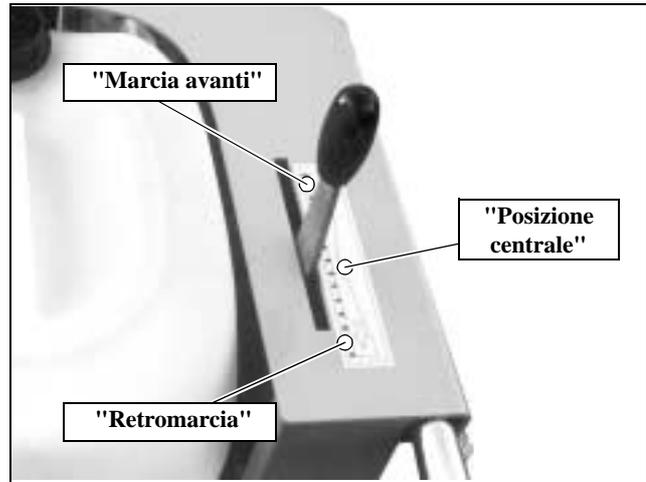

Fig. 5.1 Funzioni della leva di avanzamento
1. Portare la leva di avanzamento in posizione centrale (Fig. 5.1).
9. Spingere lentamente e con cautela la leva di avanzamento (Fig. 5.1) in avanti fino a raggiungere la velocità di avanzamento desiderata. Scegliere l'avanzamento di taglio in modo che il motore venga spinto leggermente nel suo numero di giri.